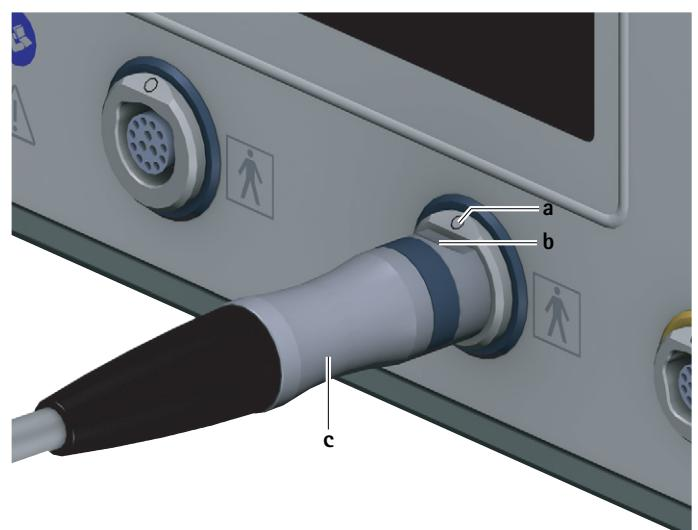

Fig. 3 Ligar cabo de motor
- Alinhar a ficha da unidade de controlo c no cabo de motor de tal forma que a marcação b na ficha coincida com a marcação a na tomada de ligação da unidade de aplicação 7, ver Fig. 3.
- Retirar o cabo de motor na ficha para a unidade de controlo c da tomada de ligação para unidades de aplicação 7, ver Fig. 3.